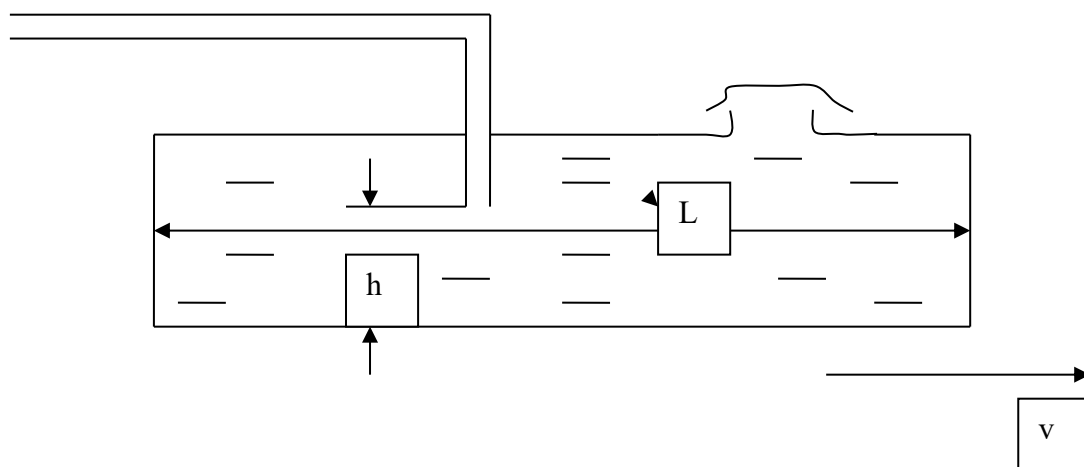

Рис. 6
**Задача 7.** Топливный бак автомобиля длиной  $L = 0,6$  м, шириной  $b = 0,5$  м и высотой  $H = 0,2$  м движется с постоянным ускорением  $a = 3,27$  м /с2. Определить минимальное количество топлива в баке, обеспечивающего его подачу без подсоса воздуха. Считать, что бензопровод установлен в центре горизонтальной проекции бака, его диаметр мал по сравнению с длиной бака, а расстояние от среза бензопровода до днища бака  $h = 10$  мм. Рис. 6.